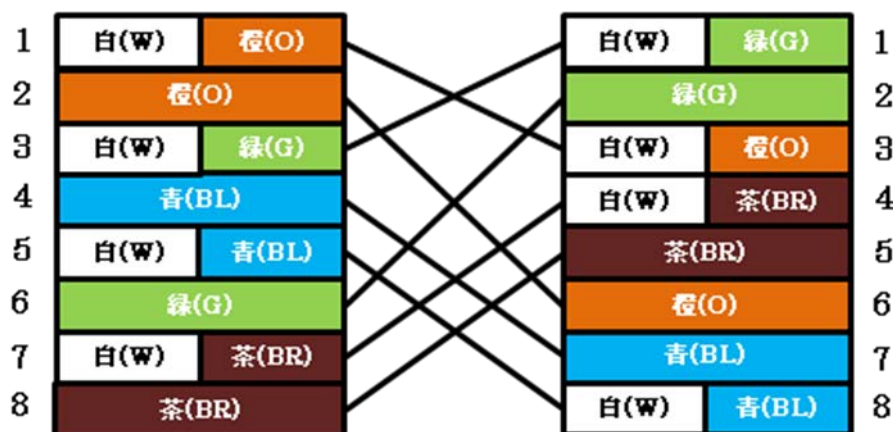

図 5-4 クロスケーブル（IEEE802.3ab）
- クロスケーブル（IEEE802.3ab）：1000BASE-T用で、図 5-4で示すようにピン配置は568B規格に対して4組すべてがクロスオーバー結線となります。